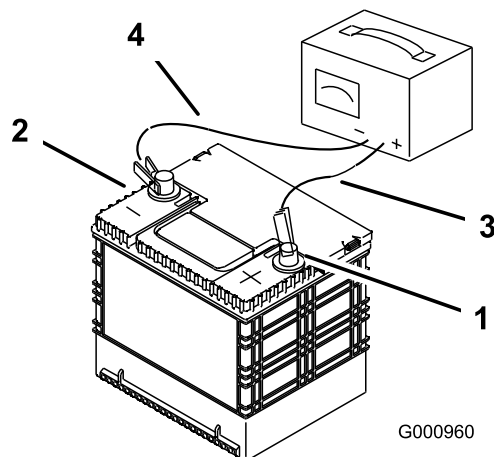

Figure 53
2. Quand la batterie est chargée au maximum, débranchez le chargeur de la prise, puis débranchez les fils du chargeur des bornes de la batterie (Figure 53).